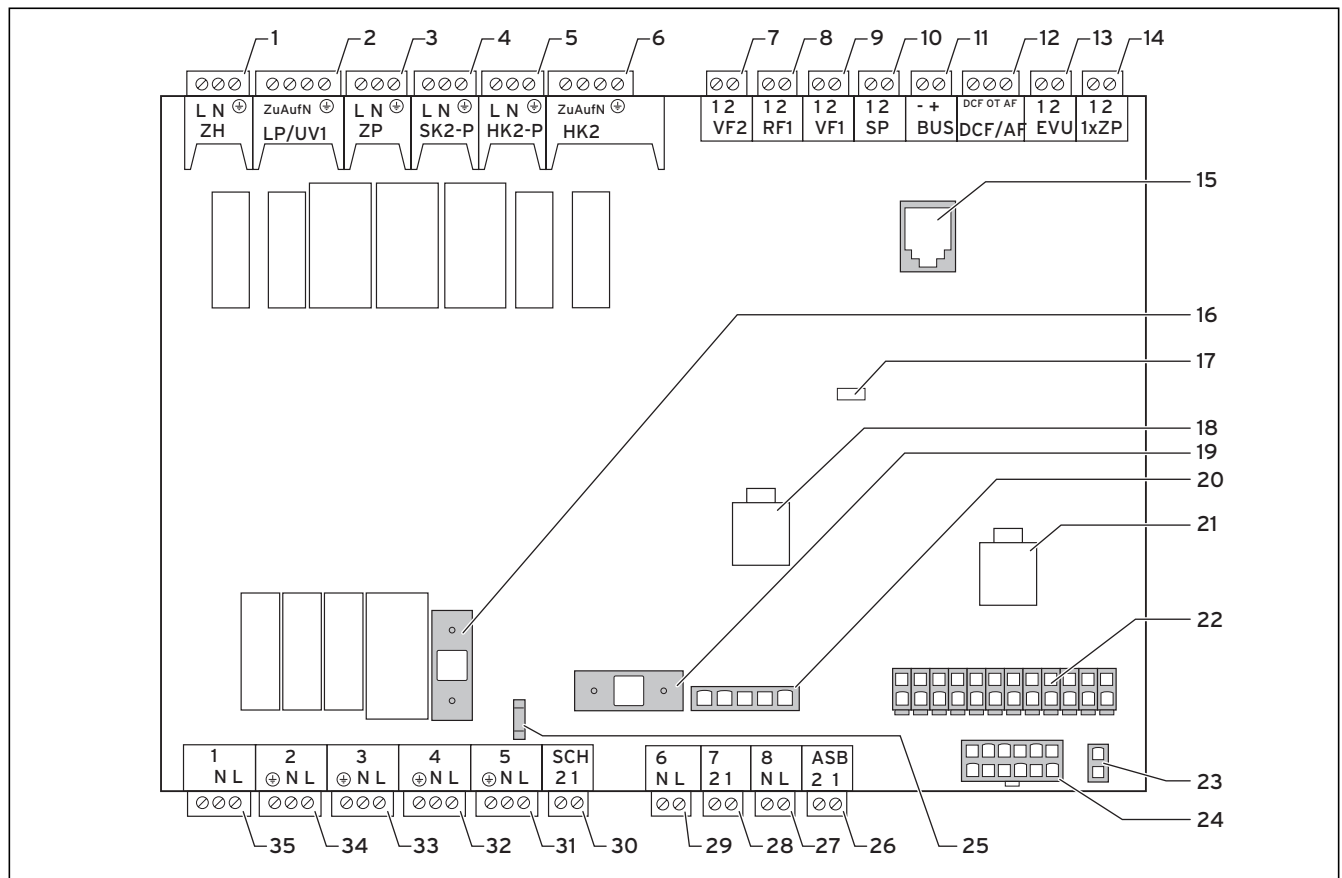

Abb. 7.7 Reglerplatine
- Schließen Sie die permanente Stromversorgung an die Netzeinspeisung Normaltarif an (2).
- Schließen Sie die Niedertarif-Stromversorgung an die Netzeinspeisung Niedertarif an (1).
- Schließen Sie den Kontakt des Rundsteuersignalempfängers an Klemme 13 „EVU“ (Energieversorgungsunternehmen) an (→ **Abb. 7.7**).
- Schließen Sie den Kontakt des Rundsteuersignal-Empfängers an Klemme 13 „EVU“ (Energieversorgungsunternehmen) an (→ **Abb. 7.7**).
Legende zu Abb. 7.7
- Installieren Sie die Standardfühler VR 10 entsprechend den Anforderungen des Hydraulikschemas und schließen Sie sie an den jeweiligen Klemmen der Reglerplatine an (→ **Abb. 7.7**).
- Schließen Sie alle Absperrventile an Klemme SK2-P an (→ **Abb. 7.7, Pos. 4**).